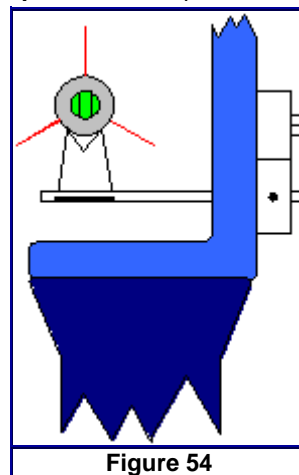

Figure 54
- Pour les types « Pace-setter », l'appui de la flèche étant vertical, il faut que le montage des plumes ou de l'encoche, place la **plume « coq » verticale** supérieure haute. (Figure 54)